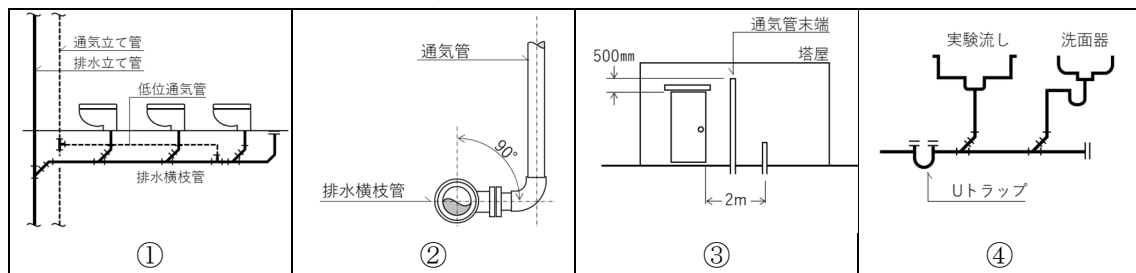

図 4-2 衛生配管計画
- (1) ノルマルヘキササン抽出物について説明せよ。
- (2) BOD について説明せよ。
- (3) 以下の図 4-2 に示す①～④の衛生配管計画にはいずれも問題がある。問題点を説明するとともに改善策について解答せよ。